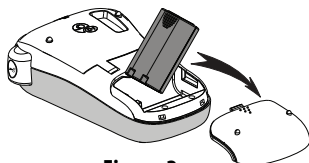

Figura 2
- 1 Far scorrere il coperchio del vano batteria allontanandolo dall'etichettatrice. Vedere Figura 2.